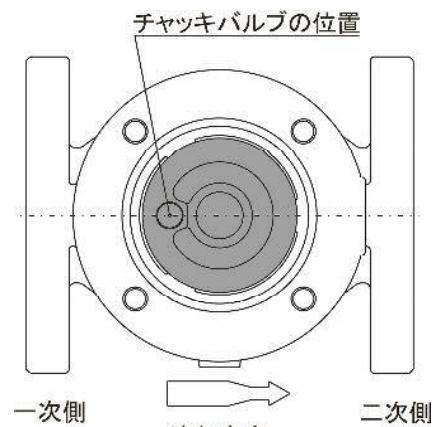

図14
- ・ピストンをライナー内に挿入してください。ピストンはチャッキバルブのある位置が、下図14のようになるよう組み込んでください。